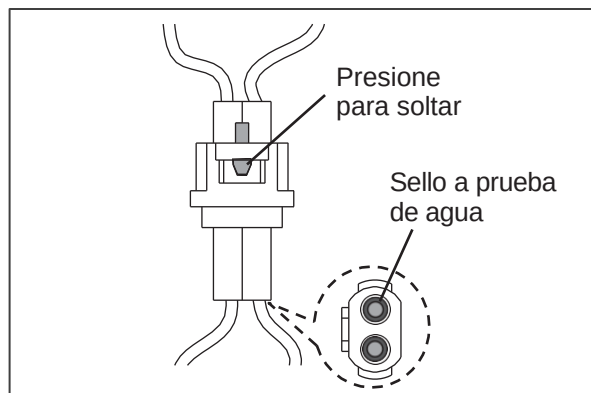

Fig. 5.3
- Los conectores del interruptor de encendido y bobina de alta son del tipo a prueba de agua. (Fig. 5.3) Asegúrese que estén los empaques a prueba de agua en el conector antes de re conectar.